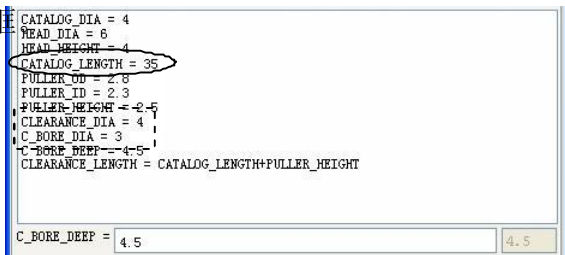

图5-56
2. 在【注塑模向导】工具条中单击【标准件】 按钮，弹出【标准件管理】对话框。在【目录】和【分类】下拉列表中选择【FUTABA_MM】和【Sprue Puller】选项，在【位置】复选框中选择【重定位】选项，然后选择【尺寸】选项卡，设置拉料杆参数，如图 5-56 所示，然 按钮弹出【点构造器】对话框